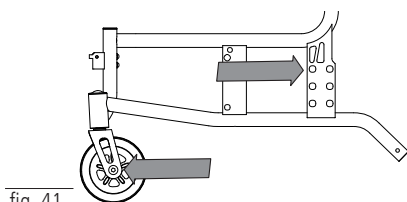

fig. 41
- Sædehøjde 390 – styrehjul 150 mm / 6" skrueraksel baghjul oppe (fig. 41)